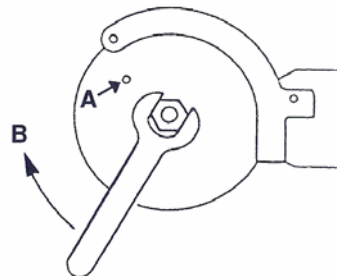

Abbildung 5: Fixieren des Sägeblattes
- Schrauben Sie die Sechskantmutter fest - im Uhrzeigersinn (Pfeil B) drehen und mit ca. 50 Nm spannen (siehe Abb. 5).
- Den Haltestift als Verdrehsicherung in die Sägeblatt- und die darunterliegende Bohrung (A) stecken (siehe Abb. 5).